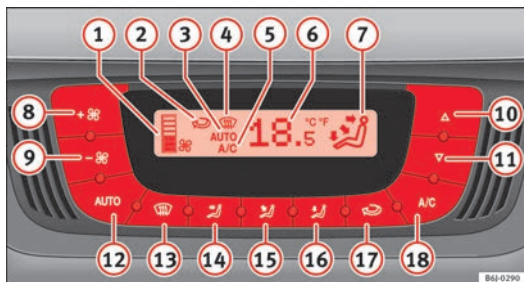

Fig. 96 Sulla plancia della strumentazione: comandi del Climatronic
- Premere i tasti 10 e 11 ⇒ fig. 96 per impostare la temperatura.
- ① Indicatore del livello del ventilatore.
- ② Indicatore della funzione di ricircolo
- ③ Indicatore **AUTO** (Funzionamento automatico).
- ④ Indicatore di disappannamento.
- ⑤ Indicatore AC (Raffreddamento attivo).
- ⑥ Indicatore della temperatura interna selezionata
- ⑦ Indicatore della direzione del flusso d'aria.
- ⑧ Aumento della velocità del ventilatore.
- ⑨ Diminuzione della velocità del ventilatore.
- Premere il tasto **(AUTO)**. Viene visualizzata l'indicazione ⇒ fig. 96 **(3)**.
- Premere i tasti **(10)** e **(11)** ⇒ fig. 96 per impostare la temperatura desiderata nell'abitacolo. Consigliamo una temperatura di 22 °C (72 °F).
- Premere uno dei tasti compresi tra ⇒ fig. 96 **(14)** e **(16)** oppure premere la manopola del ventilatore **(8)** e **(9)**. Si spegne l'indicazione **(3)**.
Il ventilatore si regola tramite i tasti **(8)** e **(9)** ⇒ fig. 96. Se la ventola è spenta (sullo schermo non è indicato nessun livello **(1)**) e se dopo 1 secondo si ripreme il tasto **(9)**, si spegne il Climatronic. ►
⇒ fig. 96.